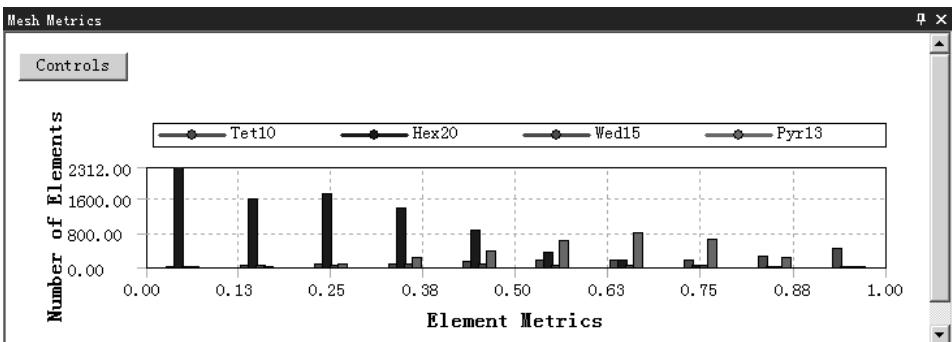

图 5.4.22 检查结果统计图表 (七)
- ◆ 偏度 (Skewness)。它是网格质量检查的主要方法之一，选择此选项后，在信息栏中打开图 5.4.22 所示的检查结果统计图表（七）。